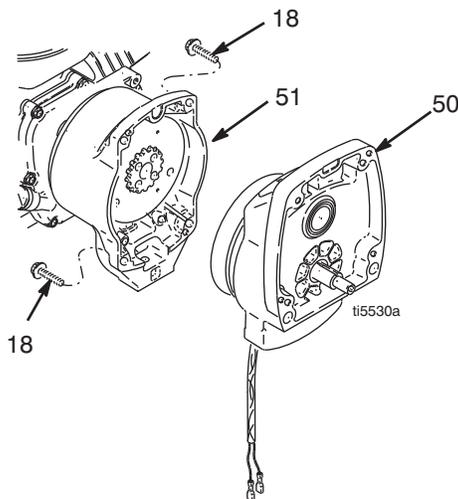
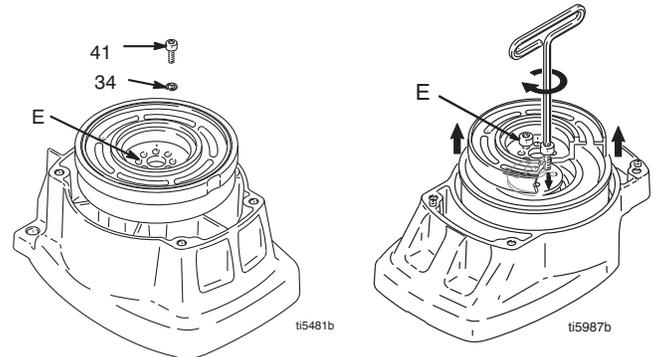

FIG. 3
FIG. 4
- a. Retirer les deux vis (91) et rabattre le boîtier (77) vers le bas.
4. FIG. 3. Enlever les quatre vis (18) et la pignonnerie (50).
5. FIG. 4. Placer la pignonnerie (50) sur un établi avec le rotor orienté vers le haut.
6. Enlever les quatre vis (41) et les rondelles (34). Introduire deux vis dans les trous taraudés (E) du rotor. Serrer alternativement les vis jusqu'à ce que le rotor sorte.
9. FIG. 4. Placer le pignon sur un établi avec le rotor orienté vers le haut.
10. Enduire les vis de loctite. Mettre les quatre vis (41) et les rondelles (34) en place. Serrer alternativement les vis à 125 in-lb jusqu'à ce que le rotor soit bien serré. Utiliser les trous taraudés pour maintenir le rotor.
11. FIG. 3. Fixer la pignonnerie (50) avec quatre vis (18).
12. FIG. 4. Connecter les connecteur d'embrayage (A) et (B) sur la platine de commande.